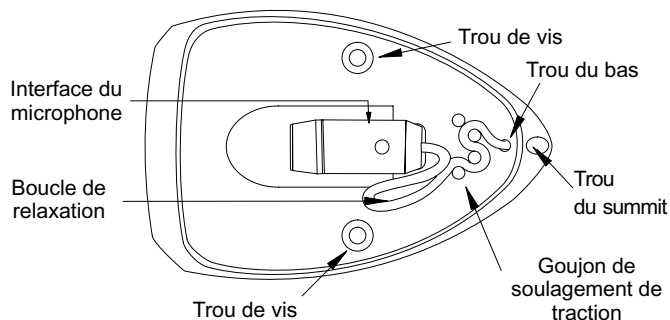

FIGURE 1
Pour acheminer le câble du microphone par le trou du bas, procéder comme suit (Figure 1):
3. Réacheminer le câble (Figure 1).